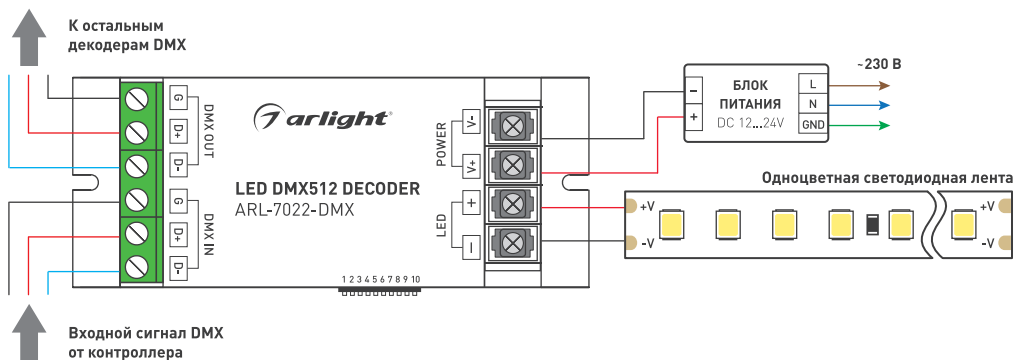
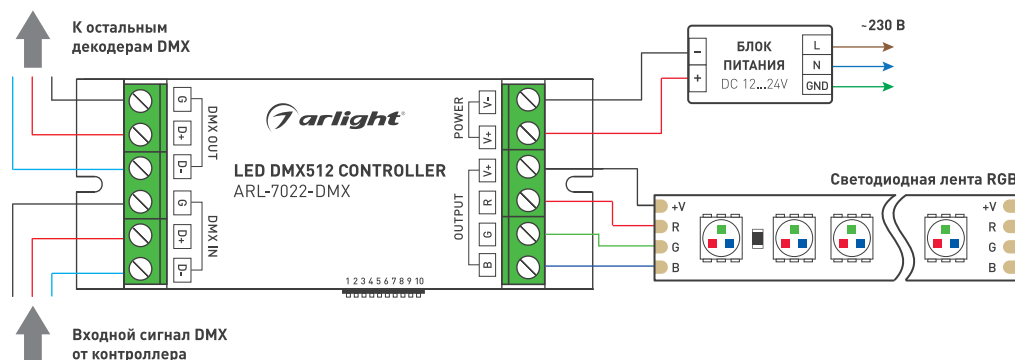

Рисунок 1. Схема подключения одноканального декодера, арт. 027152
Рисунок 2. Схема подключения 3-канального декодера, арт. 027153
- 3.4. Подключите провода от DMX-контроллера ко входу DMX IN (см. Рис.2), соблюдая полярность. Соблюдение полярности обязательно, в противном случае управление декодером не будет осуществляться.
- 3.5. Подключите блок питания ко входу POWER декодера (см. Рис.1 или Рис.2), соблюдая полярность.